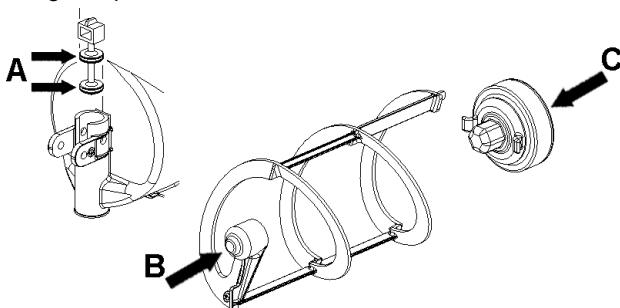

figura 12
- 2** Lubricar el pistón grifo, el rascador interior y el rotor magnético (en los puntos A, B y C indicados en la figura 12) utilizando solamente la grasa suministrada por el fabricante u otro grasa para uso alimenticio